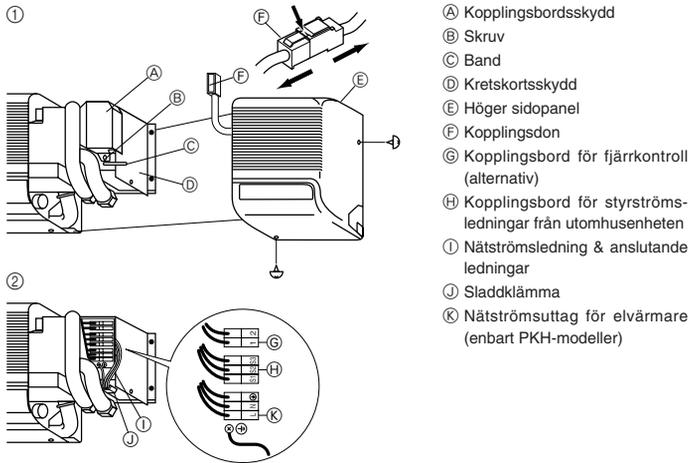

Fig. 6-1
6.1. Inomhusenhet (Fig. 6-1)
① Tag bort höger sidopanel.